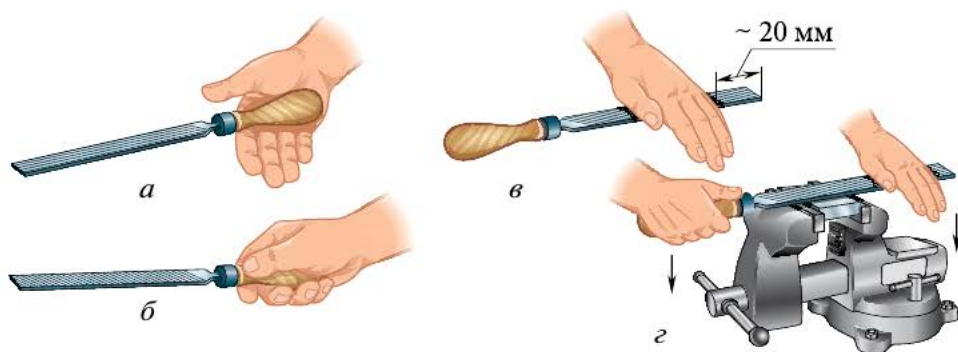

Рис. 5.36. Положение рук при опиливании: *а, б* — рабочей (правой) руки; *в* — нерабочей (левой) руки; *г* — распределение усилий нажима при опиливании
- ▶ 3. Следует отработать положение рук и распределение усилий нажима на напильник в процессе опиживания (рис. 5.36).